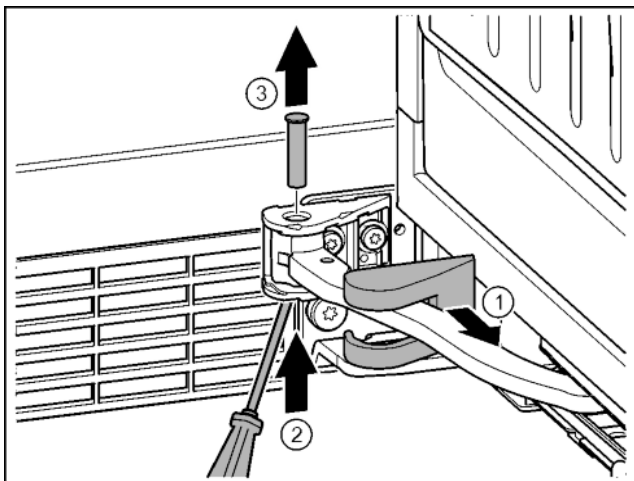

Fig. 18
► Зніміть кришку опорного кронштейна та перемістіть вздовж шарніра. Fig. 18 (1)
► Рукою чи викруткою підійміть палець знизу. Fig. 18 (2)
► Перемістіть викрутку під голівку пальця і витягніть. Fig. 18 (3)